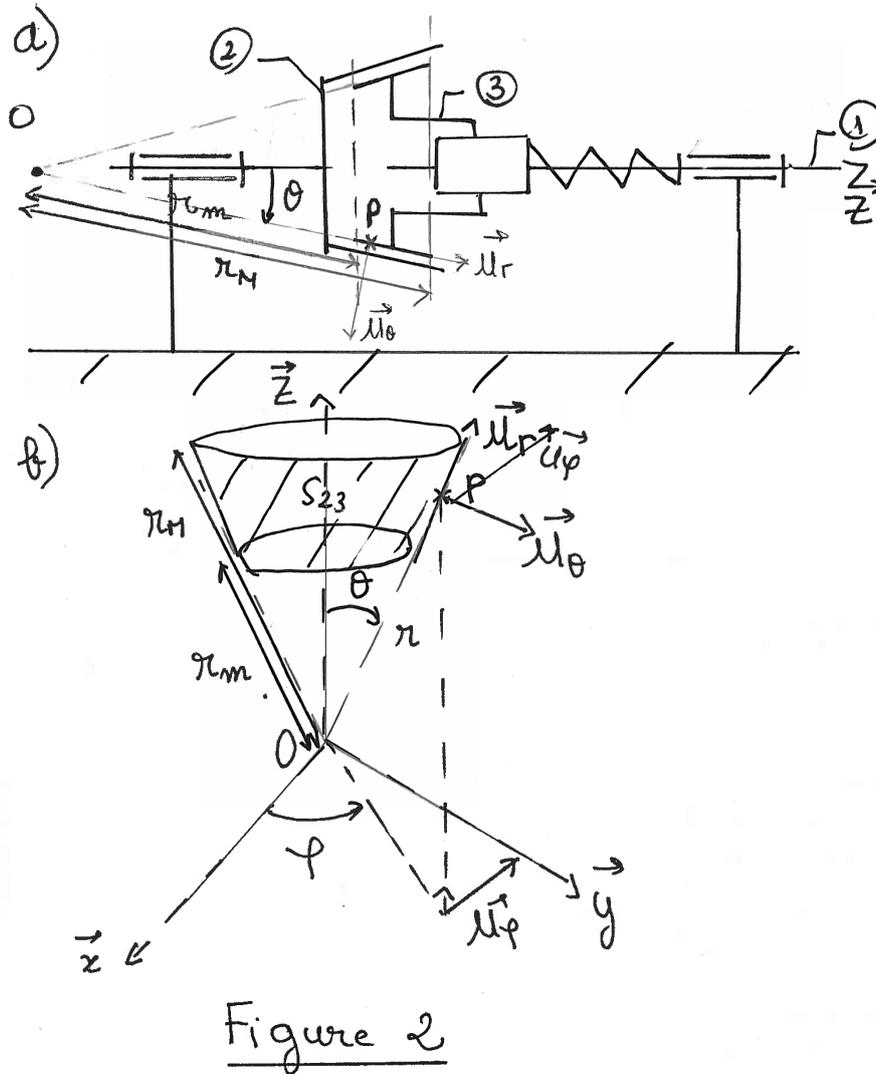

Figure 2
FIGURE 2 – a) Schéma cinématique d'un limiteur de couple. L'arbre (1) est en rotation autour de l'axe  $(0, \vec{z})$ , les roues coniques (2) et (3) sont mises en contact via la force exercée par le ressort. Enfin, pour un point quelconque  $P$ ,  $r$  désigne la distance  $OP$ ,  $\theta$  désigne l'angle  $(\vec{z}, \vec{u}_r)$  et  $\varphi$  l'angle  $(\vec{x}, \vec{OH})$  où  $H$  désigne la projection du point  $P$  sur le plan  $(0, \vec{x}, \vec{y})$ . b) Schéma introduisant les principaux vecteurs et coordonnées, ainsi que la surface de contact  $S_{23}$  (portion de cône) entre les pièces 2 et 3. L'image est tournée de  $90^\circ$  par rapport au schéma cinématique (a).
Sur un broyeur de paille attelé à un tracteur agricole, le moment (couple) transmissible par le moteur est limité par un limiteur de couple à roues coniques dont le schéma cinématique est représenté sur la figure 2. Soit  $R(O, \vec{x}, \vec{y}, \vec{z})$  ; un repère lié au bâti 0 du limiteur de couple. La roue conique motrice (3) est en liaison glissière avec l'arbre moteur (1) qui est, ainsi que la roue conique réceptrice (2) en liaison pivot d'axe  $(O, \vec{z})$  avec le bâti 0. Les roues coniques sont en contact suivant une surface correspondant à une portion de cône de surface  $S_{23}$ . On notera  $\vec{U}_r$  le vecteur unitaire tel que pour tout point  $P \in S_{23}$ ,  $\vec{OP} = r\vec{U}_r$ . Soient  $\theta$  le demi-angle au sommet du cône de contact, et  $r_m$  et  $r_M$  les rayons minimum et maximum définissant les extrémités de la surface  $S_{23}$  (cf figures 2). Enfin  $f$  désigne le coefficient de frottement des surfaces en contact. Notons :